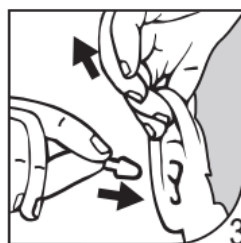

図 3
1. 反対側の手で耳を外側かつ上側に引っ張りながら丸まっている方の耳栓の先を耳道に挿入します。(図 3)